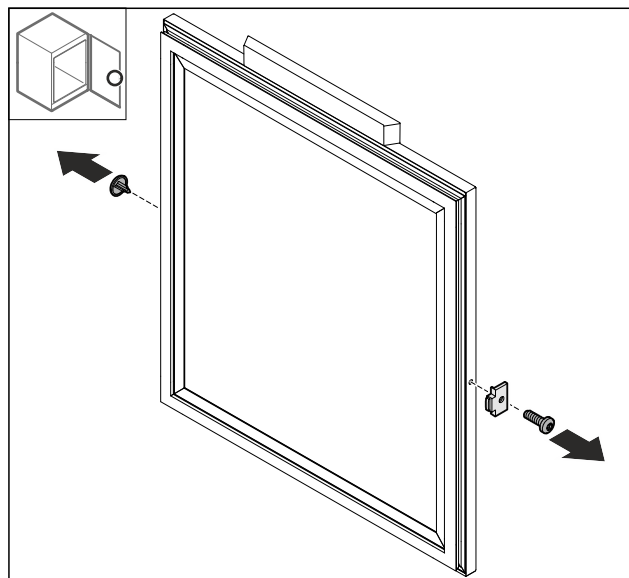

Fig. 73
- 移除盖板 Fig. 73 (1)。
- 拆卸门挡 Fig. 73 (2)。